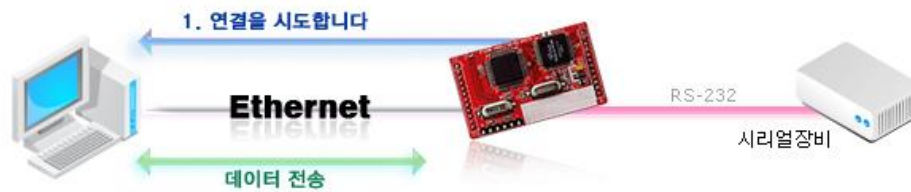

Figure 7. TCP Client mode
3. Figure 7의 ㉔와 같이 Option 탭 - “Password (TCP Server)” 그룹 - “Enable” 체크박스를 체크하고 Password를 입력합니다.
5. Client에서 본 모듈에 접속 시 (3)에서 입력한 Password를 최초로 한번 보낸 다음 이후 동작을 진행합니다.